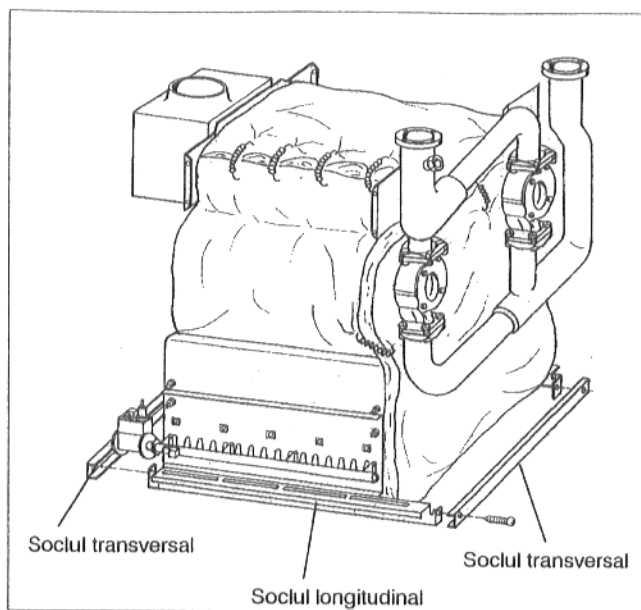
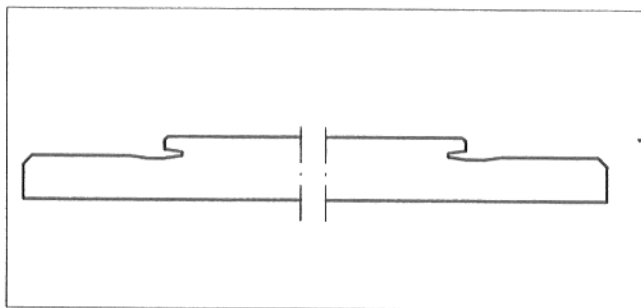

Fig. 30
Fig. 30a: Soclul transversal – vedere de sus
- Soclul transversal se va monta la partea din față și din spate a soclului longitudinal (Fig. 30). Partea cu șlițuri în sus (Fig. 30a).